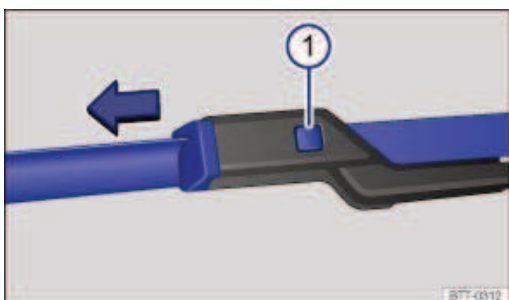

Fig. 182 Remplacement des balais d'essuie-glace avant
- Maintenez la touche de déverrouillage → *Fig. 182*  enfoncée et retirez simultanément le balai d'essuie-glace dans le sens de la flèche.